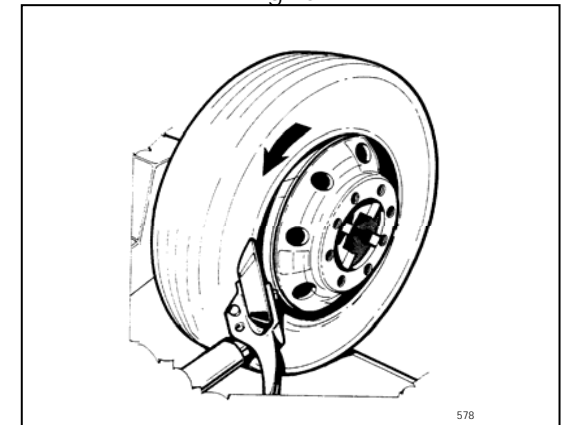
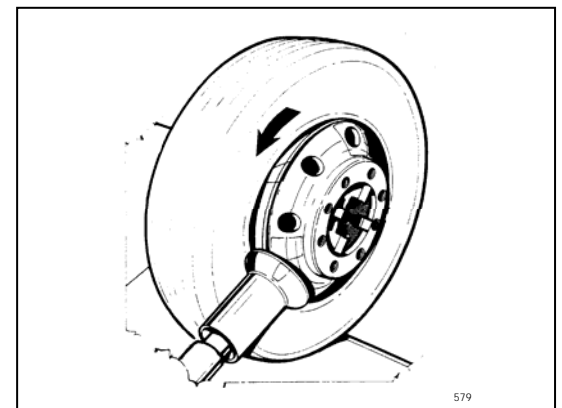

Fig.17
Fig.18
2. Position the bead breaker disc or tubeless roller (option) as shown in Fig.17, Fig.18.
2. *Positionner le disque détalonneur ou le galet tubeless (option) comme montré sur la Fig. 17 et la Fig. 18.*
2. Die Abdrückscheibe oder die Schlauchlosreifenrolle (auf Anfrage) wie in Abb.17 und in Abb.18 gezeigt positionieren.